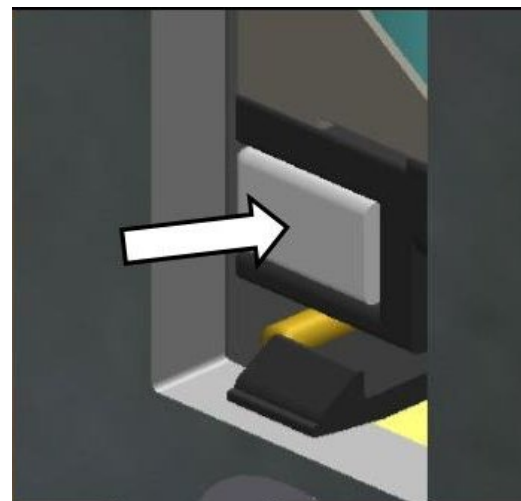

Bild 4.2 – GDL7m Kopplungstaste
- ▶ Bevor Sie den Batteriefachdeckel anbringen, muss der GDL7m mit dem Gantner-Leser gekoppelt werden, indem Sie die Kopplungstaste drücken (Bild 4.2). Siehe Kapitel "4.4. GDL7m mit einem Gantner Leser koppeln" für eine nähere Beschreibung dieses Vorgangs.